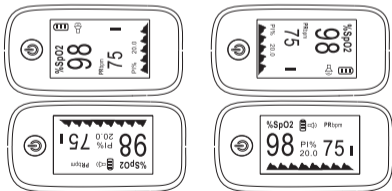

図 6 マルチアングル機能
- B. 機能ボタンを短押しすることで、4 方向へ画面が切り替わります。(図 6 参照)